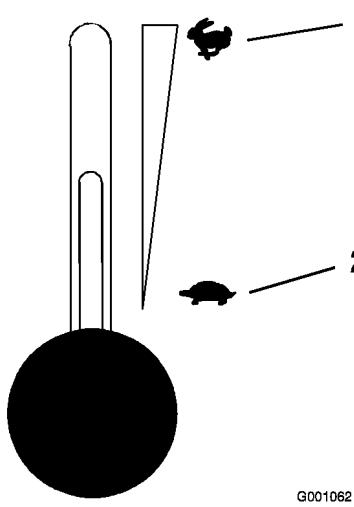

Figure 13
4. Réglez la manette d'accélérateur à mi-course entre les positions bas et haut régime (Figure 13).
2. Réglez la manette d'accélérateur à mi-course entre les positions bas et haut régime (Figure 13).